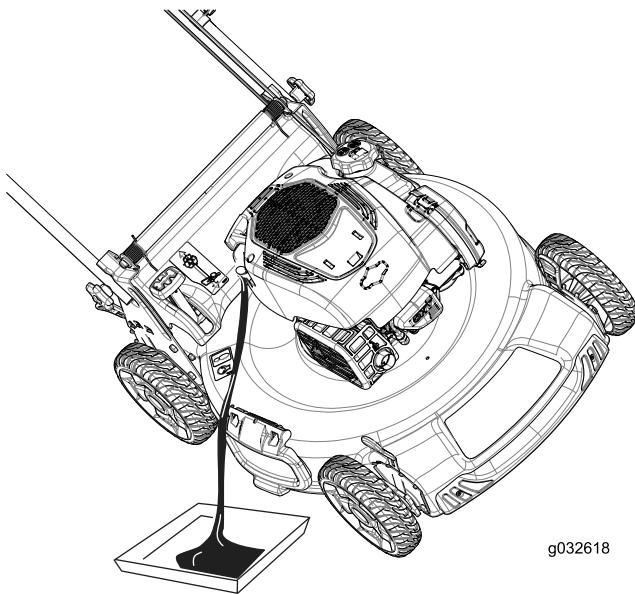

Рисунок 31
3. Для слива отработанного масла через маслозаливной патрубок переверните машину набок воздушным фильтром вверх (Рисунок 31).